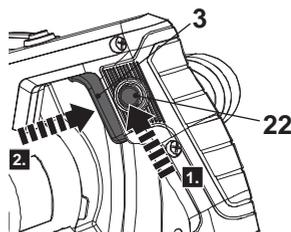

Fig. 7
1. Pulse el botón de bloqueo (22) y manténgalo en su posición (Fig. 7, paso 1).
2. Pulse el interruptor de encendido/apagado (3) para encender el producto (Fig. 7, paso 2). Posteriormente, suelte el botón de bloqueo (22)
3. Suelte el interruptor de encendido/apagado (3) para apagar el producto.